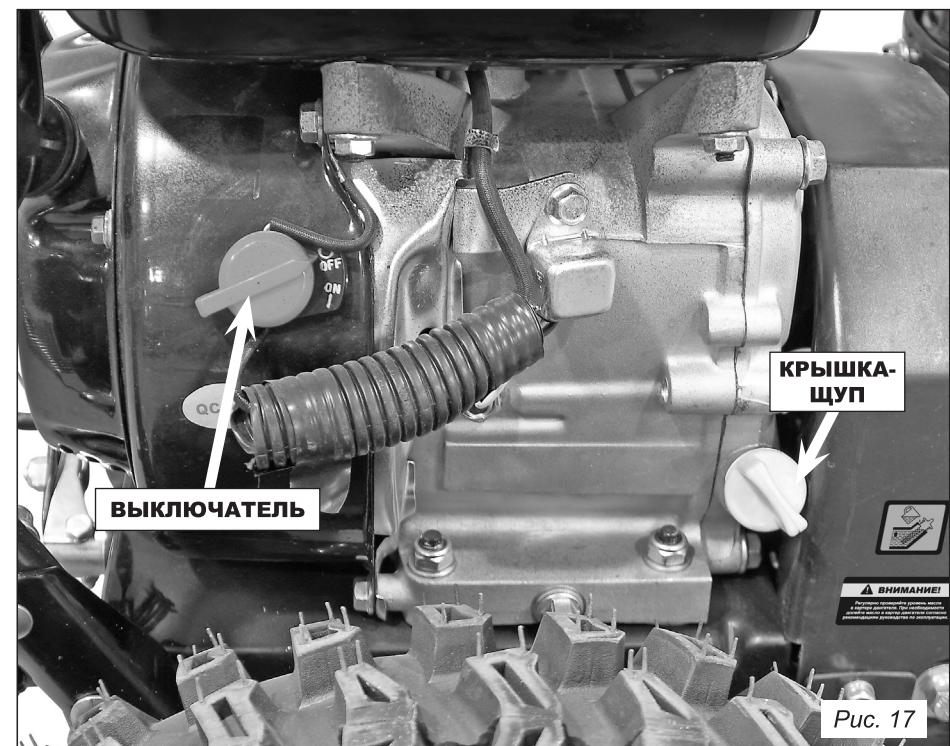

Рис. 17
- Переведите выключатель в положение «ON» (рис. 17).
- Переведите выключатель в положение «OFF» (рис. 17).